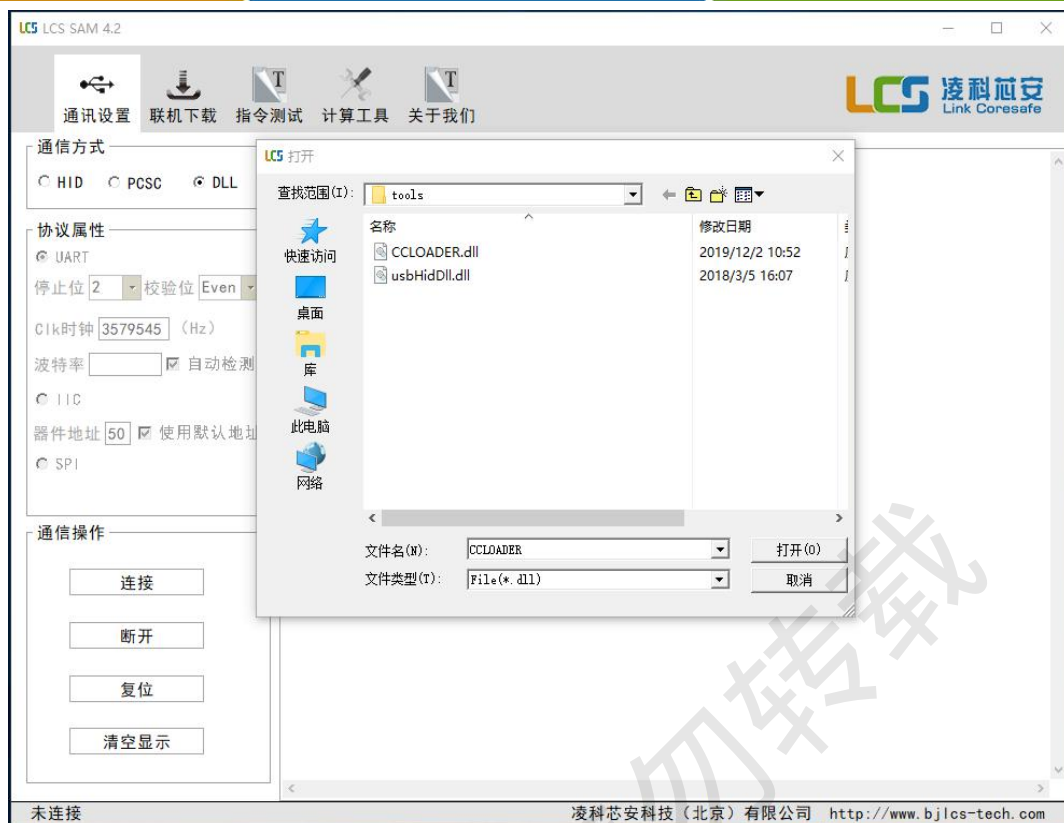

图 3-1
- 加载“CCLOADER.dll”动态库，如图 3-1 所示。